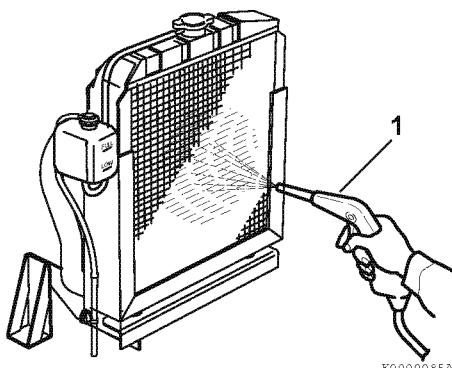

Рисунок 9
Учтите, что типовой радиатор на Рисунок 9 показан только в пояснительных целях.
- Сдувайте грязь и пыль с пластин радиатора сжатым воздухом (1, Рисунок 9) под давлением не более 28 фунт/кв.дюйм (0,19 МПа, 2 кгс/см²). Следите за тем, чтобы не повредить пластины сжатым воздухом.